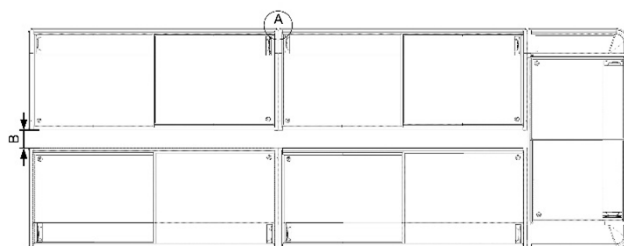

Fig. 5. : Distance minimale pour l'installation en bloc
► Distance minimale pour l'installation en bloc (cf. → Fig.5.) A= 0 mm